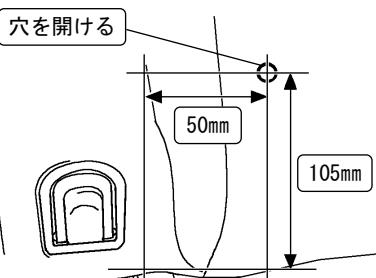
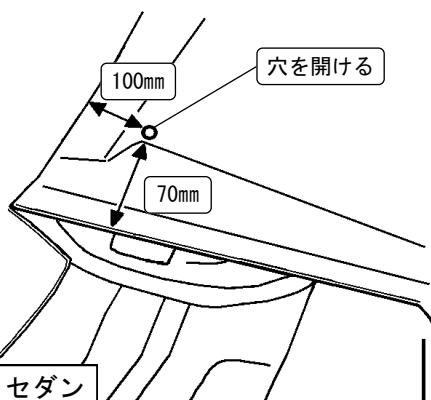

図5-1：ワゴン
図5-2：セダン
1. リアの内装に減衰力調整ケーブル用の $\phi 10$ の穴を開けてください。（図5-1・図5-2）
4. リアの内装を車両に取付け、穴にケーブルを通して下さい。（図5-1・図5-2）